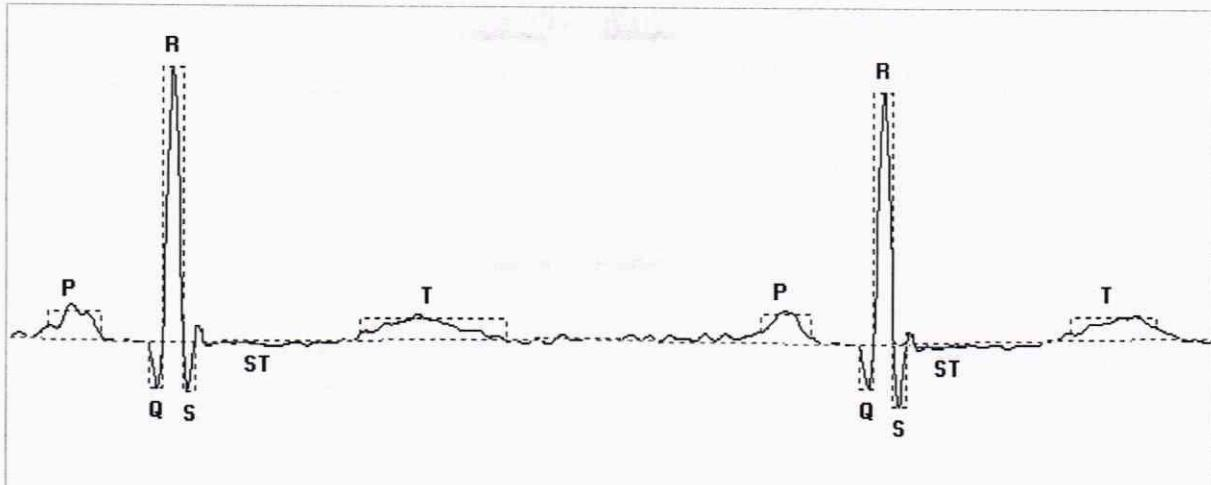

Рисунок 4 – Обозначение параметров ЭКГ
Сравнивают форму сигнала на записи во всех отведениях с формой сигнала, изображенного на рис. 4. В отведении III должна быть нулевая линия (из-за взаимовлияния каналов в отведении III допускается появление выбросов с размахом не более 2 % от размаха сигнала в отведениях I (II) на местах, соответствующих зубцу R в этих отведениях).
Если форма воспроизведенных сигналов в проверяемых отведениях соответствует форме сигнала, изображенного на рис. 4, комплекс признают годным по идентичности воспроизведения сигналов ЭКГ.